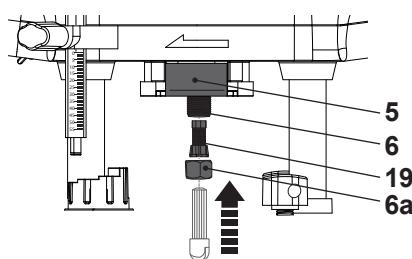

Fig. 4
- > Verificați dacă manșonul montat (19) este adekvat pentru vârful de frezare dorit, dacă nu, îndepărtați piulița de fixare (6a) și manșonul de fixare (19) din prindere (6). Introduceți un manșon de fixare (19) adekvat și montați piulița de fixare la loc (6a) (Fig. 4).
- > Introduceți vârful de frezare în manșonul de fixare (19) cel puțin până la marcajul 'K' de pe arbore (acolo unde este marcat), în caz contrar 20 mm în manșonul de fixare (19) (Fig. 4).